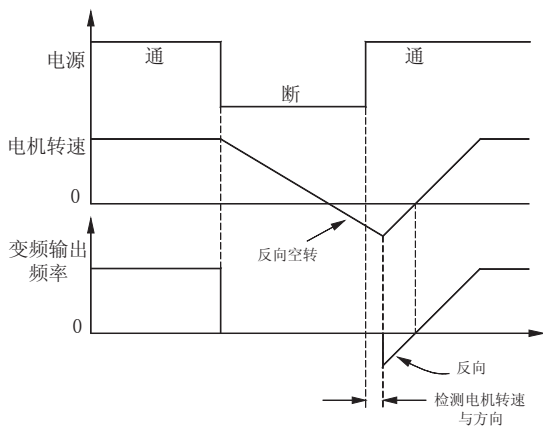

图 7-5 转速追踪启动
**F0.19=1** 转速追踪启动: 变频器启动前, 电机可能会处于旋转状态。变频器投入运行时, 先检测电机的转速和方向, 然后根据检测结果, 直接跟踪电机当前的转速和方向。对尚在旋转的电机进行无冲击平滑启动。转速追踪启动过程如图 7-5 所示。